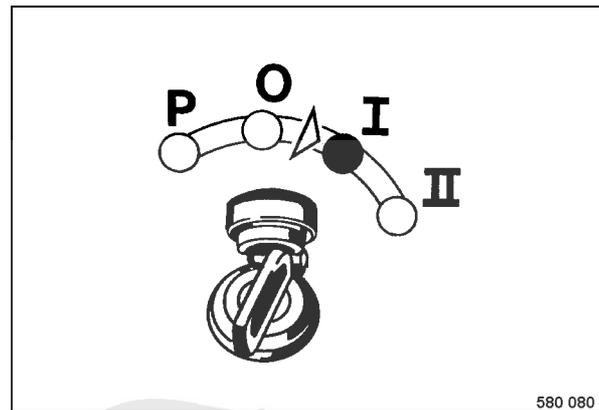

fig. 128
- Commuter l'interrupteur d'allumage sur position „I“ (fig. 128).